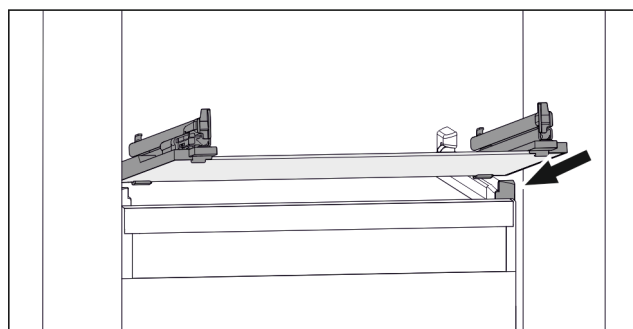

Fig. 111 Exemple de représentation de la tablette en verre
- Placer la tablette en verre, en l'inclinant, derrière les butées. (voir Fig. 111)